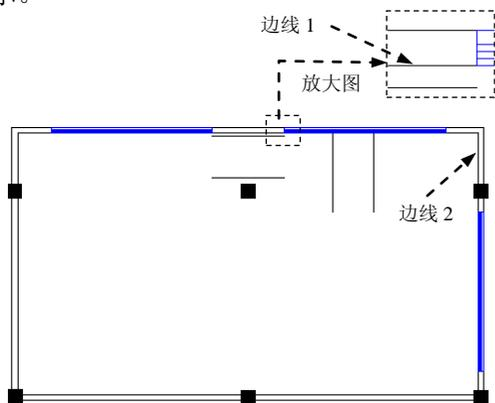

图 17.12.24 偏移直线
Step9. 选择 **修改(M)** → **偏移(O)** 命令，选取图 17.12.24 所示的边线 1 为要偏移的直线 1，向下偏移的距离依次为 125、1500。选取图 17.12.24 所示的边线 2 为要偏移的直线 2，向左偏移的距离依次为 3750、1500，完成后如图 17.12.24 所示。